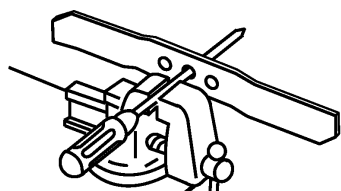

Figure 26
1. Pour vérifier l'équilibrage de la lame, l'enfiler par son orifice central sur un tournevis ou un clou maintenu à l'horizontale dans un étau (Fig. 26).